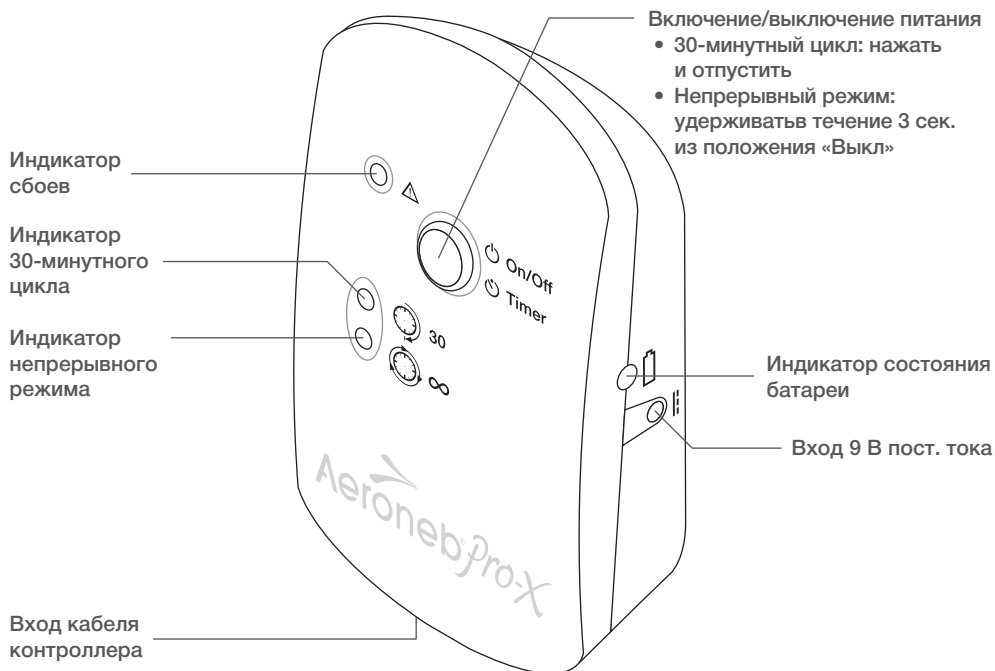

Рисунок 4. Элементы управления и индикаторы Aeroneb Pro-X
4. Чтобы запустить 30-минутный цикл распыления, кратковременно нажмите синюю кнопку включения/выключения питания (рис. 4). Включение зеленого индикатора 30-минутного цикла означает, что выполняется 30-минутный цикл распыления.